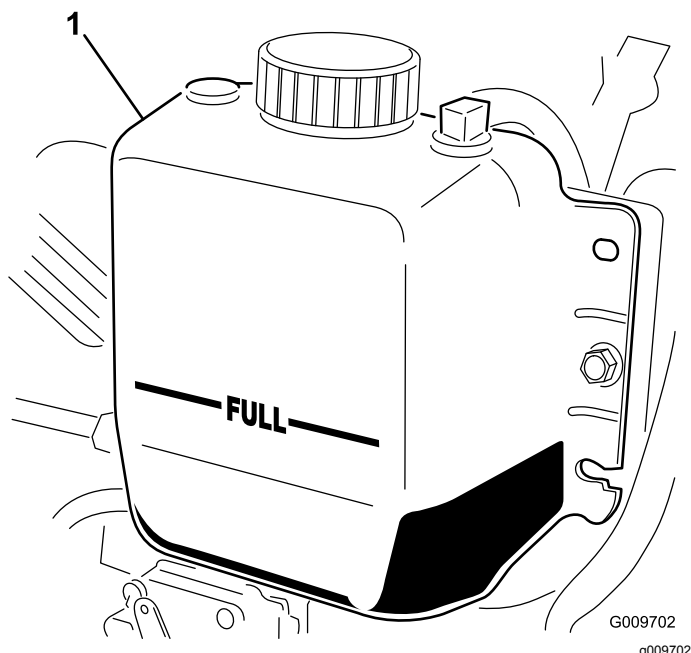

Figure 20
**Remarque:** Le radiateur doit être rempli jusqu'en haut du goulot de remplissage et le vase d'expansion jusqu'au repère maximum (Figure 20).